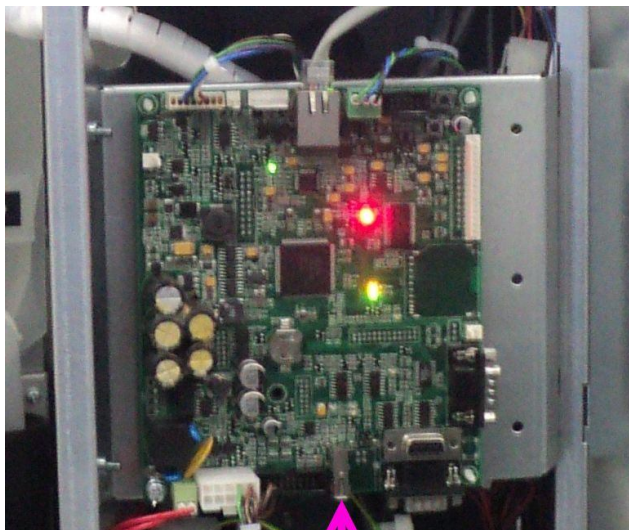

Рисунок 32 — расположение USB-порта для подключения флеш-накопителя на плате контроллера.
- 2 Подключить к плате контроллера (MainBoard) подготовленный флеш-накопитель (см. рис. 32).